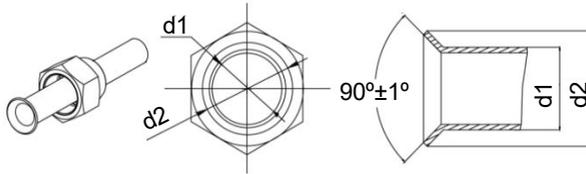

Fig. 8
- (1). Corte o tubo de ligação com o corta tubos e remova as rebarbas.
- (2). Segure o tubo para baixo para evitar que os cortes entrem no tubo.
- (3). Retire as porcas dos abocardos das válvulas de serviço da unidade exterior e coloque-as dentro do saco de acessórios da unidade interior e, em seguida, insira-as no tubo de ligação antes de abocardar o tubo com o abocardador.
- (4). Verifique se abocardado está uniforme se não existem imperfeições ou rachaduras (veja a Fig.8).